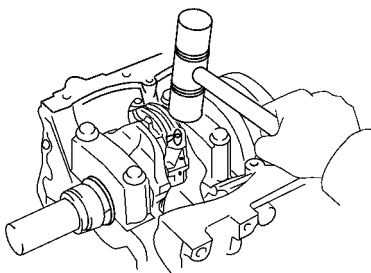

图 1-102 用塑料锤子轻轻敲打连杆螺栓卸下连杆盖
3) 使用塑料面锤子轻轻地敲打连杆螺栓卸下连杆盖，如图 1-102 所示。